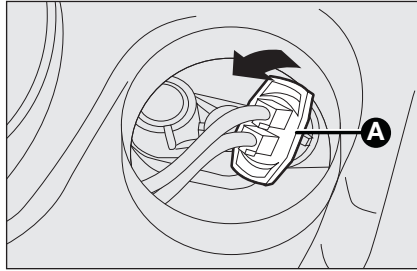

fig. 18
- ☐ tournez la douille dans le sens des aiguilles d'une montre **A-fig. 18** et retirez-la;